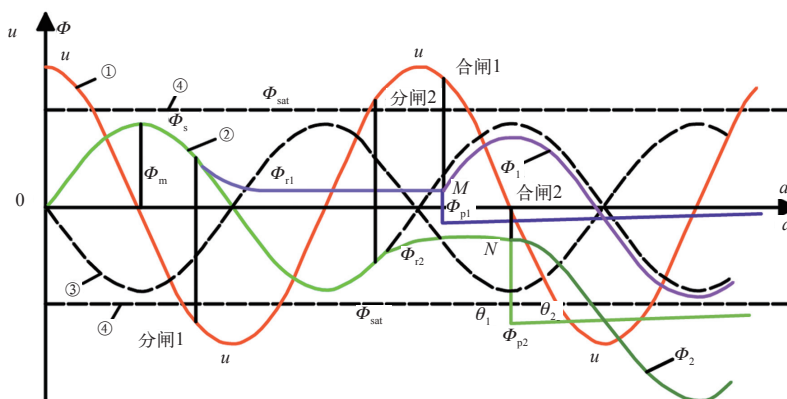

图2 变压器一次电压 $u$ 、稳态磁通 $\Phi_s$ 、剩磁 $\Phi_r$ 、偏磁 $\Phi_p$ 及合成磁通 $\Phi$ 与分闸角和合闸角的关系曲线图
如图2所示,曲线①为一次绕组电压 $u$ ;曲线②为滞后电压 $90^\circ$ 的稳态磁通;曲线③则为与稳态曲线同一时刻对应的暂态感应磁通曲线。由图2可知其幅值与稳态磁通相同,而极性相反。分闸1时刻断电时对应的稳态磁通为正,故变压器的剩磁极性为正。在合闸1点上电时,稳态磁通为正,则对应的暂态感应磁通在曲线③上为负,正极性的剩磁和负极性的暂态感应磁通合成的偏磁为 $\Phi_{p1}$ ,即变压器上电时,稳态磁通从剩磁点M开始建立且向偏磁极性方向(下方)偏移,偏移后的曲线